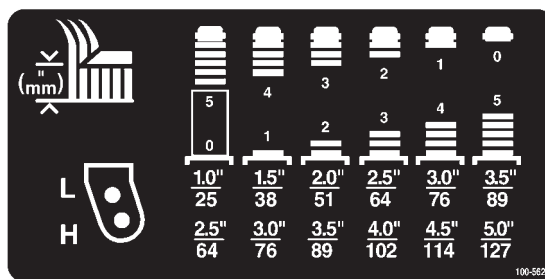

Figura 7
2. Coloque os eixos das rodas nos mesmos orifícios, em ambos os suportes. Veja a Figura 7 para determinar quais os orifícios adequados ao ajuste.
Veja a Figura 7 para determinar a disposição das cunhas.